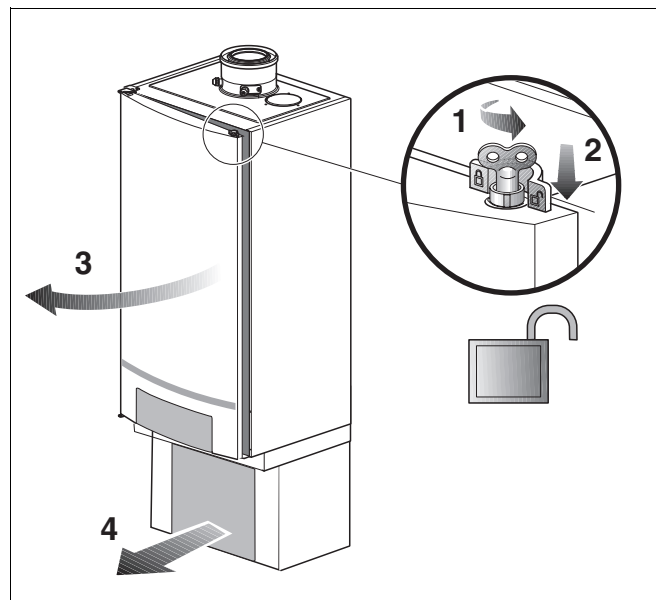

Рис. 61 Открытие двери котла
- Открыть замок котла ключом для удаления воздуха, повернув его на четверть оборота. (рис. 61, **лупа**).
- Нажать замок вниз (рис. 61) и открыть дверь котла.
- Снять защитную крышку группы подключения (рис. 61).